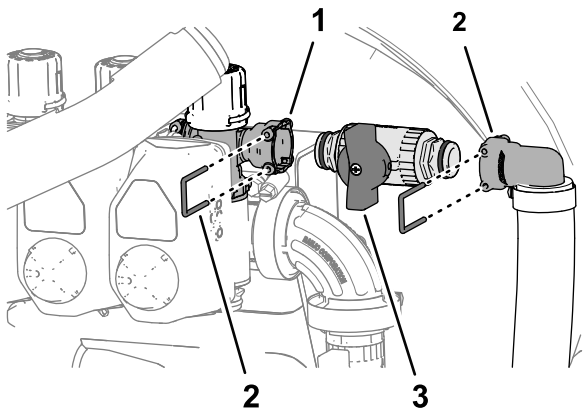

Figura 62
- Retire la horquilla de retención que sujeta el acoplamiento rápido de la válvula de cierre al acoplamiento rápido de la válvula de desvío de sección derecha, y separe la válvula del alojamiento (Figura 62).
- Retire la horquilla de retención que sujeta el acoplamiento rápido de la válvula de cierre al acoplamiento rápido del acoplamiento dentado de 90°, y separe la válvula del alojamiento (Figura 62).